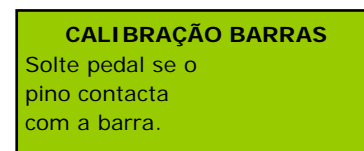

Figura 18
- Rotação em avanço até que detecte que o pino já chegou à barra, ou seja, observe que a máquina deixa de girar em vazio. Nesta fase pode visualizar a informação que se mostra na Figura 18.